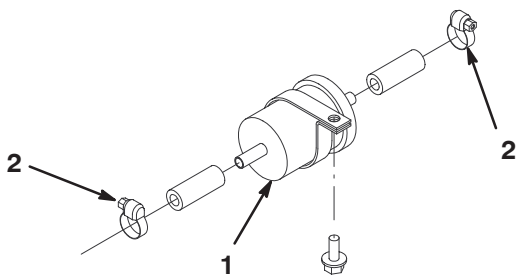

Figure 47
3. Desserrez les colliers de serrage aux deux extrémités du filtre (Fig. 47) et débranchez les conduites.